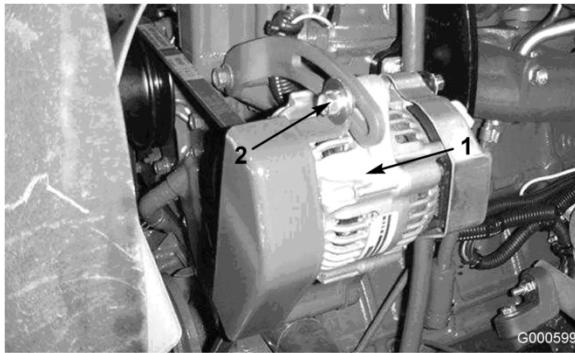

Figura 52
Verifique o estado e a tensão das correias (Figura 52) após cada 100 horas de funcionamento.
- Se o desvio obtido não for igual a 10 mm, deverá libertar as cavilhas de montagem do alternador (Figura 52). Aumente ou diminua a tensão da correia do alternador e volte a apertar as cavilhas. Verifique uma vez mais o desvio da correia para se certificar de que a tensão é a correcta.